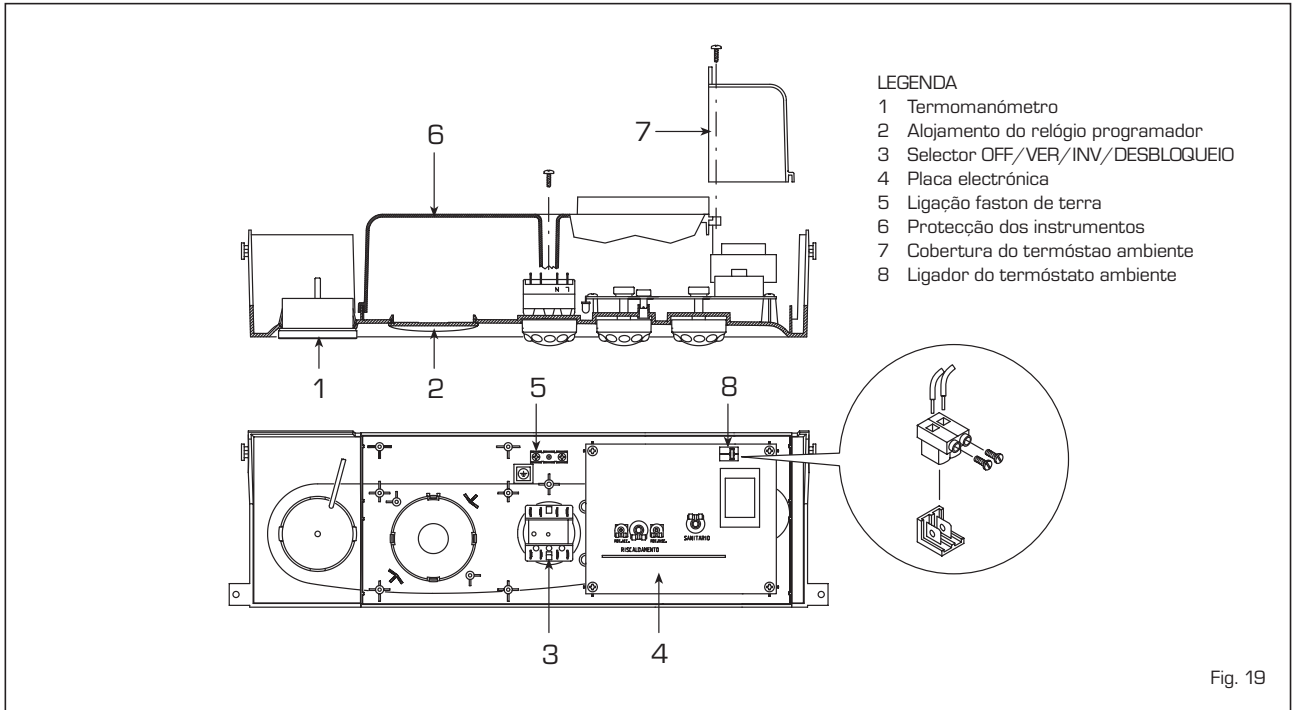

Fig. 19
2.10.2 Ligação do termóstato de ambiente (fig. 19)
2.10.1 Quadro eléctrico (fig. 19)